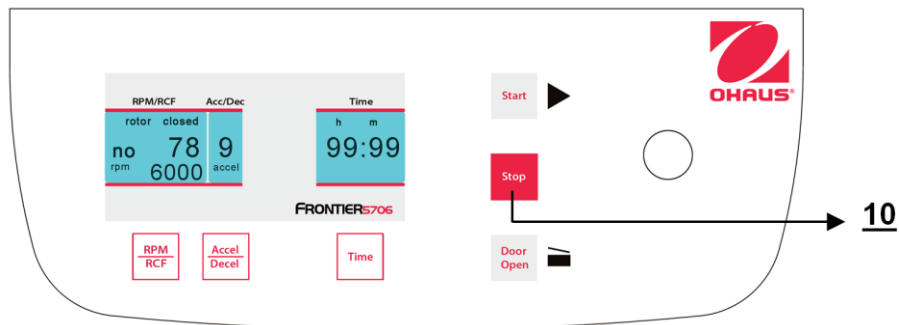

Figure. 23
La centrifugation peut être interrompue à tout moment en appuyant sur la touche **"Stop"** (10) (voir la figure 23). Après avoir appuyé sur la touche, la centrifugeuse décélère conformément à l'intensité présélectionnée jusqu'à son arrêt complet.